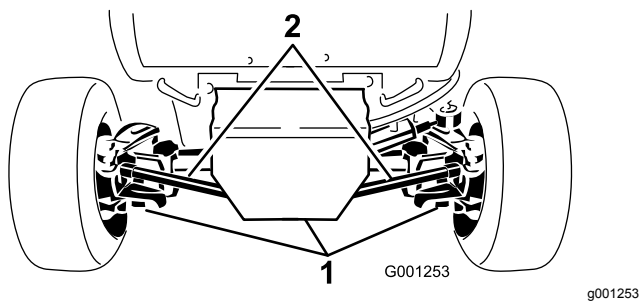

Figura 59
2. Pulite le aree attorno ai 3 tappi di spurgo (Figura 59).